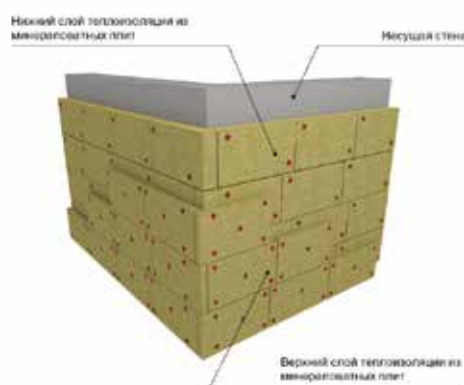

Рис.3. Схема правильной установки теплоизоляции в угловых зонах фасада
- Плиты теплоизоляции в угловых зонах устанавливаются с перевязкой каждого слоя (рис.3). Не допускается выполнять утепление угла путем перегиба на нем плит теплоизоляции.